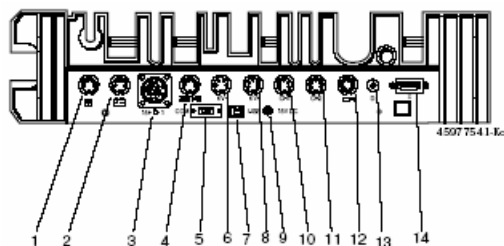

Рис. 4. Панель разъемов FSA 740:
2. Подключить датчики к соответствующим гнездам измерительного модуля (см. рис. 4). Токковые цанги на 30 А и на 1000 А, а также кабель с адаптером (номер заказа 1684465513) подключаются только в случае необходимости.